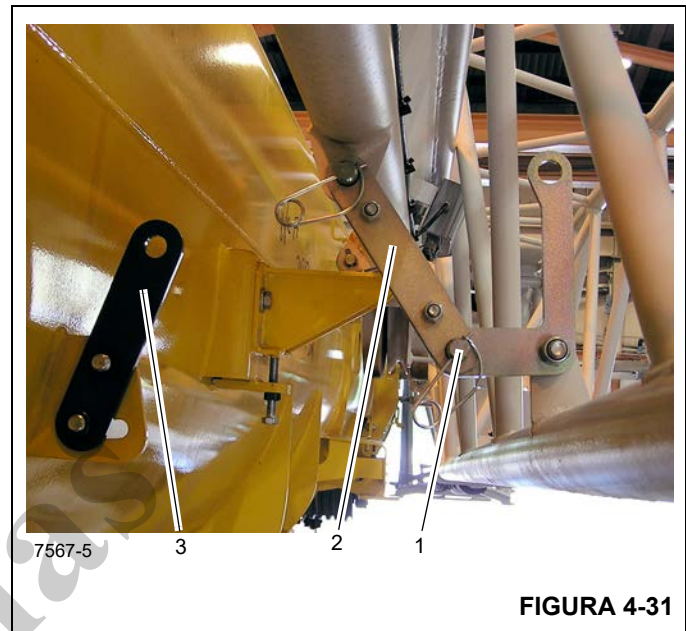

FIGURA 4-31
5. Remova o pino (1) (Figura 4-31) da barra de travamento (2). Mova a barra de trava (2) até a barra de fixação da seção da base (3) e instale o pino. Fixe com o grampo de retenção.